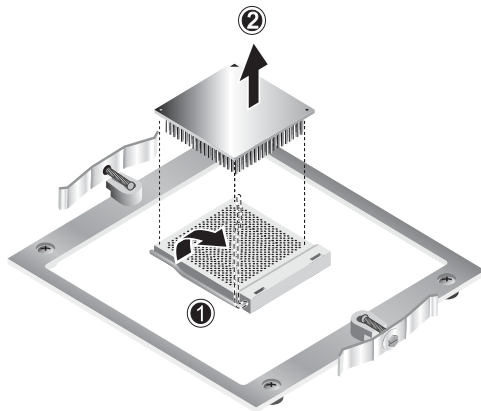

図 4-10 CPU の取り外し
10. CPU ソケット保持レバーをいったん押し下げてから引き上げて、完全に開き、垂直になるようにします (図 4-10 の (1) を参照)。
11. 保持レバーを開いたまま、CPU をソケットから持ち上げます (2)。